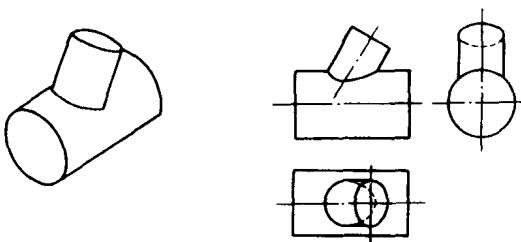

图 1-10 异径斜三通管三面投影图
5. 异径斜三通管 异径斜三通管三面投影如图 1-10 所示。